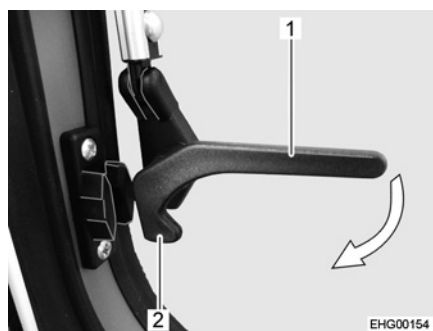

Bild 25 Verriegelungshebel, seitlich (Stellung "geöffnet")
- Die seitlichen Verriegelungshebel (Bild 25,1) eine viertel Umdrehung zum Fensterrahmen hin drehen, bis die Verriegelungsnase (Bild 25,2) einrastet.